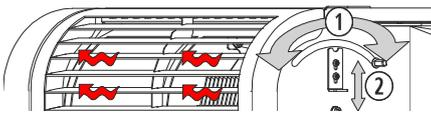
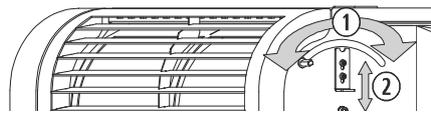
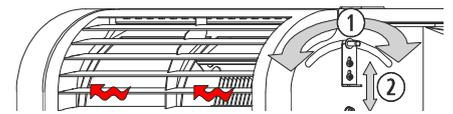

Figura 14
Figura 15
Figura 16
No modelo *Kiev*, é possível configurar as saídas de ar de convecção da estufa de acordo com a necessidade. Em todos os lados da estufa encontra-se uma haste (①) que dependendo da sua posição, provocará que a estufa expulse o ar quente pela parte da frente (haste de trás, *figura 14*), pela boca de canalização traseira (haste da frente, *figura 15*) ou uma combinação de ambas as saídas (haste em posição intermédia, *figura 16*), utilizando a fixação (②) que permite manter a haste em posição intermédia.